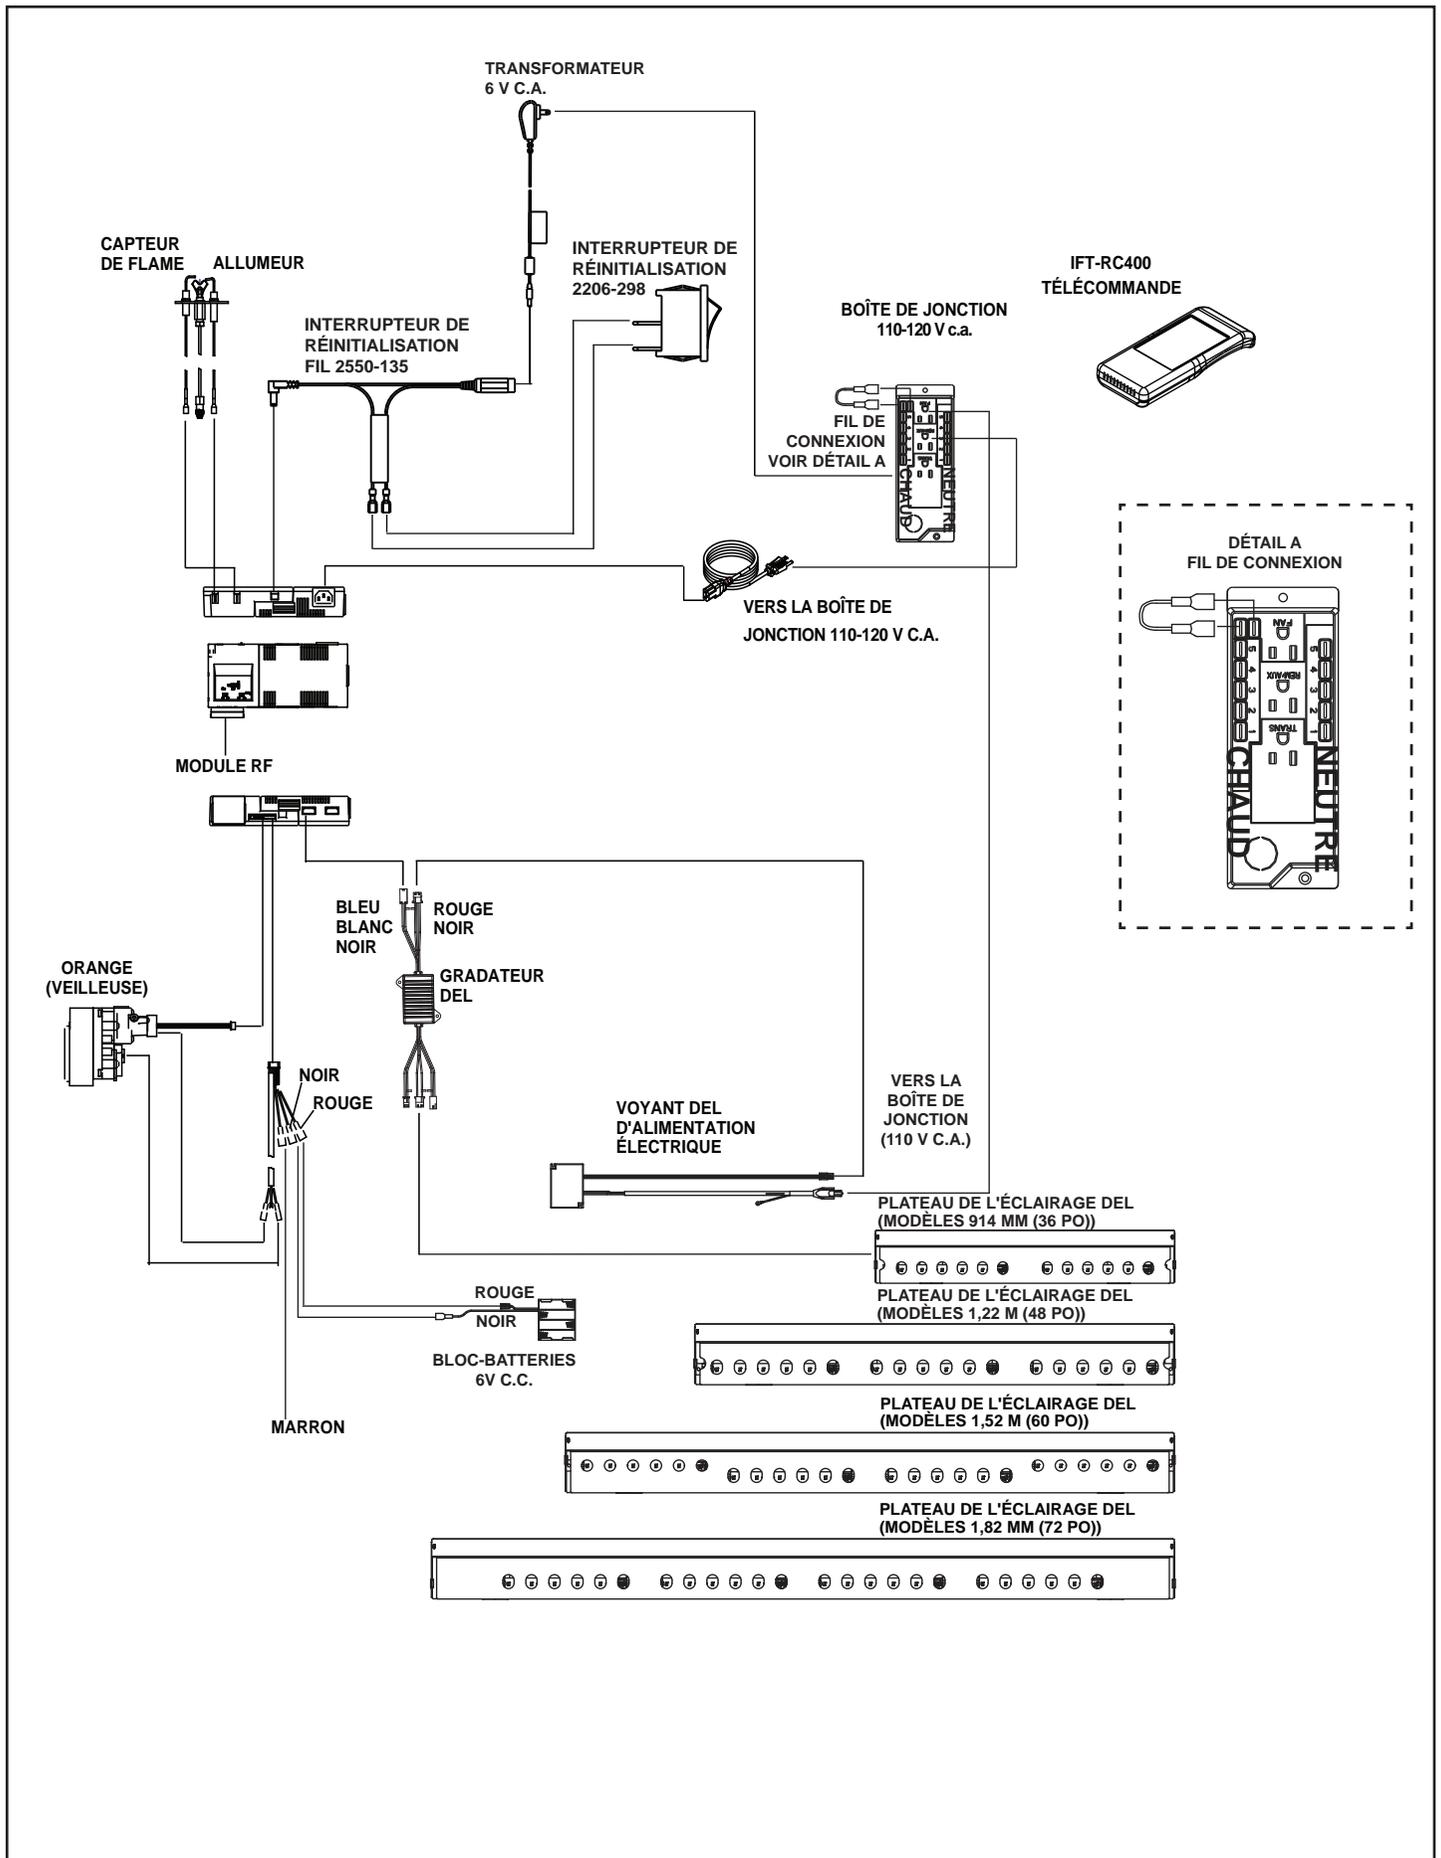

Figure 8.4 Schéma du câblage IntelliFire Tactile
- Consultez la figure 8.4, Schéma du câblage IntelliFire Tactile (IPI).
On peut atteindre la boîte de jonction, le module de commande, le voyant DEL d'alimentation électrique et l'interrupteur-récepteur mural, en retirant l'écran de verre inférieur et l'écran thermique du composant. La devanture décorative doit être retirée pour accéder à ces composants. Voir la figure 8.4.